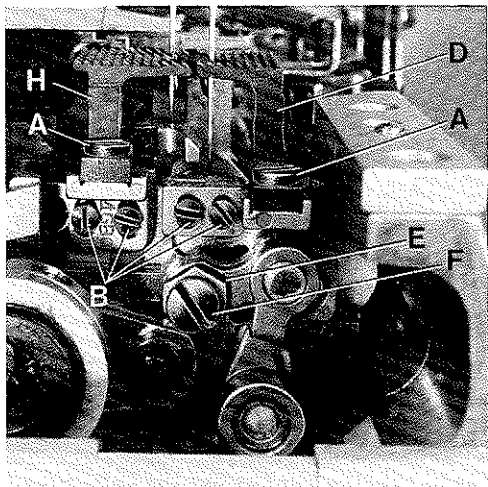

Fig.23
Assemble the main feed dog (H, Fig. 23) and the differential feed dog (D), tighten fastening screws (A) slightly. Insert the throat plate support with throat plate on the cylinder arm and center the feed dogs across-the-line-of-feed in the throat plate slots to have equal clearance on all sides. Now tighten screws (A) firmly.
Montieren Sie den Haupttransporteur (H, Fig. 23) und den Differentialtransporteur (D), ziehen Sie die Befestigungsschrauben (A) nur leicht an. Stecken Sie den Stichplatten-träger mit Stichplatte auf den Zylinderarm und vermitteln Sie die Transporteure seitlich in den Stichplattenschlitzen so, daß sie an allen Stellen freigegeben. Ziehen Sie die Schrauben (A) danach gut an.
For setting loosen screws (B, Fig. 23) and position the feed dog holders with the feed dogs to the correct height. Tighten screws (B).
In-line-of-feed the differential feed dog can be set to the front or to the rear to clear equally between the main feed dog and the front end of throat plate slot. For adjustment loosen screw (F, Fig. 23) and rotate eccentric (E) in operating direction until the correct setting is obtained. Retighten screw (F).
Zur Einstellung lösen Sie die Schrauben (B, Fig. 23) und schieben die Transporteurhalter mit den Transporteuren auf die gewünschte Höhe. Ziehen Sie die Schrauben (B) an.
In Nährichtung kann der Differentialtransporteur entsprechend vor- oder zurückgestellt werden, damit er zwischen dem Haupttransporteur und dem vorderen Schlitzende der Stichplatte gleichmäßig freigeht. Zur Einstellung lösen Sie die Schraube (F, Fig. 23) und drehen den Exzenter (E) in Nährichtung, bis die richtige Einstellung erreicht ist. Ziehen Sie die Schraube (F) wieder an.